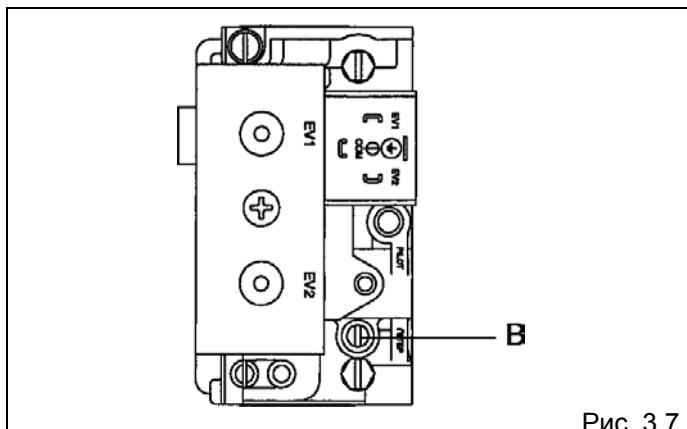

Рис. 3.7
- Вращая регулятор плавного рожига (B), установите требуемое давление плавного рожига (рис. 3.7).